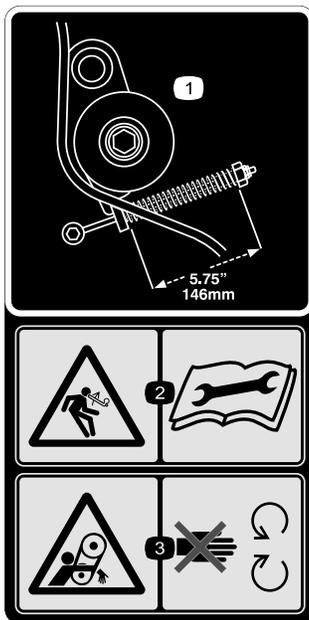

Bild 28
1. Sie spannen den Riemen einwandfrei, indem Sie die Spannfeder auf eine Länge von 146 mm zusammendrücken (Bild 28).